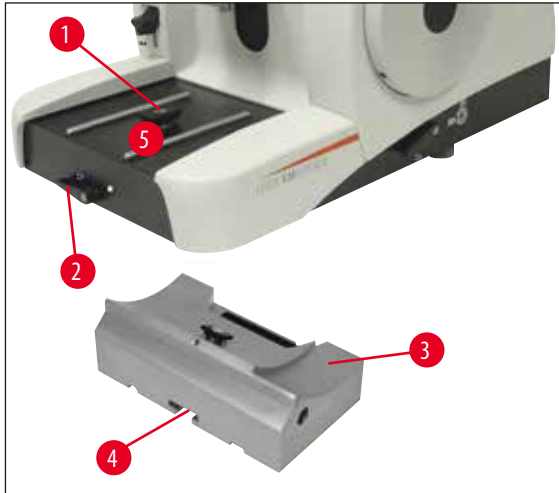

Рис. 12
- Ослабьте зажимной рычаг на основании микротомы спереди и сдвиньте основание держателя ножа вместе с держателем в сторону образца, чтобы она лишь немного не доставала до него. См. также (→ с. 25 – Рис. 12) или (→ с. 41 – Рис. 30).